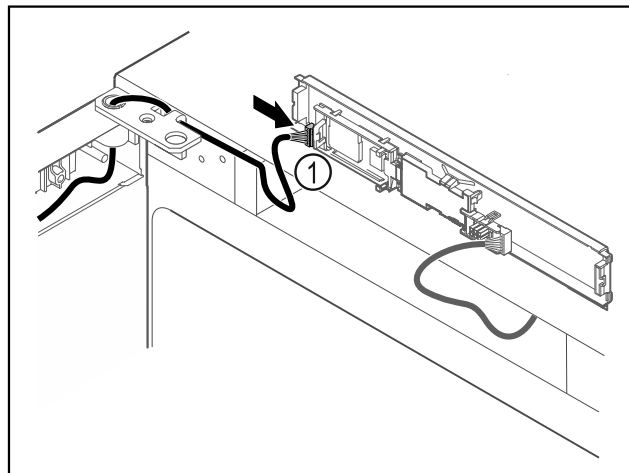

Fig. 59
- ▶ Wtyczkę Fig. 59 (1) należy podłączyć do płytki drukowanej.